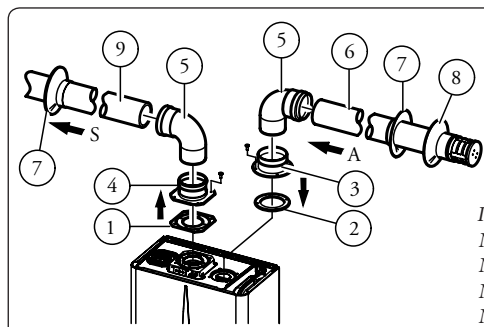

Fig. 1-25
**Kit separatore Ø 80/80.** Il kit separatore Ø 80/80, consente di separare i condotti di scarico fumi e aspirazione aria secondo lo schema riportato in figura. Dal condotto (S) vengono espulsi i prodotti della combustione. Dal condotto (A) viene aspirata l'aria necessaria per la combustione. Il condotto di aspirazione (A) può essere installato indifferentemente a destra o sinistra rispetto al condotto centrale di scarico (S). Entrambi i condotti possono essere orientati in qualsiasi direzione.
- Montaggio kit (Fig. 1-25): installare la flangia (4) sul foro centrale della caldaia interponendo la guarnizione (1) e serrare con le viti a testa esagonale e punta piatta presenti nel kit. Togliere la flangia piatta presente nel foro laterale rispetto a quello centrale (a seconda delle esigenze) e sostituirla con la flangia (3) interponendo la guarnizione (2) già presente